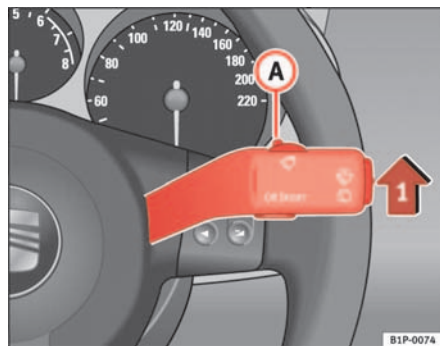

Fig. 86 Leva dell'impianto tergicristalli
- Spostare la leva del tergicristallo nella posizione ① ⇒ fig. 86.